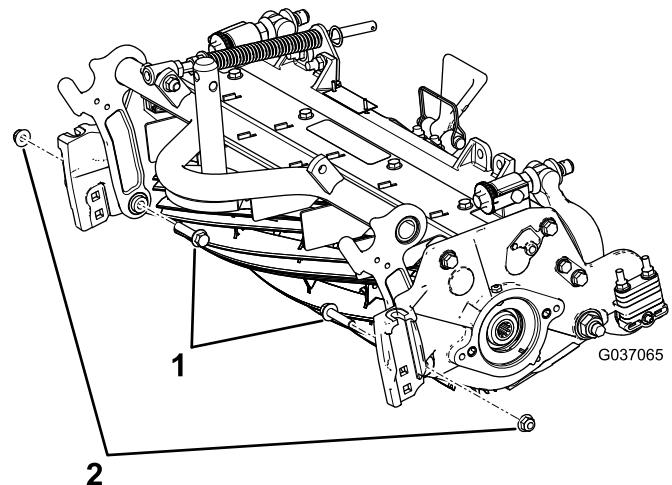

Figura 6
- B. Instale los 2 pernos con arandela prensada existentes desde el interior de la unidad de corte, y sujetelos con las contratuerzas con arandela prensada de $\frac{3}{8}$ " (Figura 6).